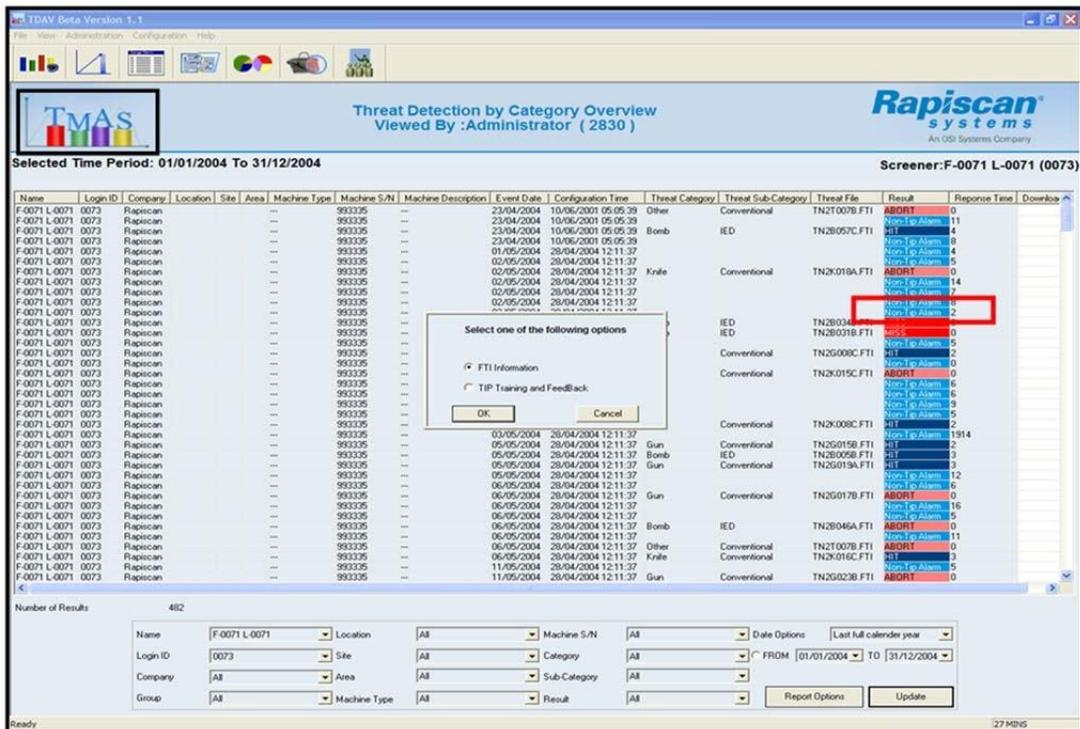

Рисунок 13 - Дважды щелкните по Пропущенные и просмотрите либо информацию о TIP, либо изображение
- Если нажать на результат Пропущенные, программное обеспечение предложит две опции: Для просмотра информации о TIP или о пропущенных TIP изображениях с помощью Обучающего модуля и Модуля обратной связи TIP (рис. 13)